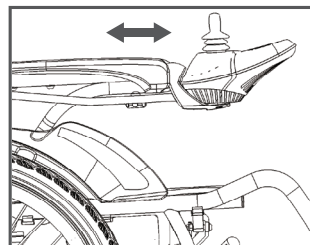

Figura 15
- Ajuste del controlador: siéntese en la silla de ruedas eléctrica, afloje el perno torx, empuje la varilla de fijación del control hacia atrás y hacia adelante a la posición adecuada y bloquee el perno torx, consulte la Figura 15. (El método de ajuste es el mismo si el control está instalado en el lado izquierdo).